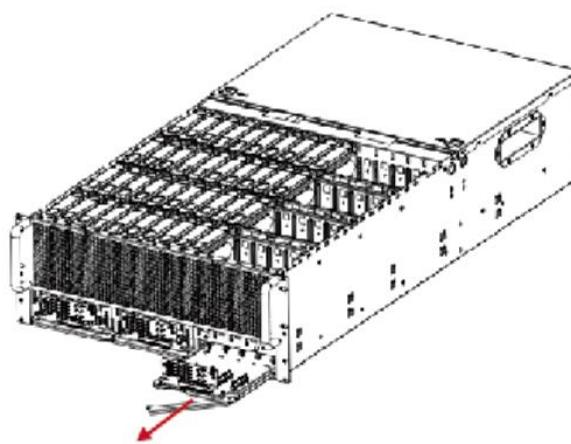

Рисунок 144 - Удалить модуль объединительной платы НМД
- 2) Установить крышку со светодиодной передней панелью в корпус модуля хранения и затянуть обе стороны (см. Рисунок 144).